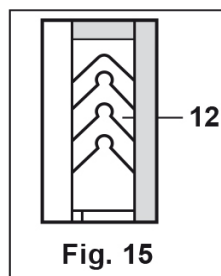

Fig. 15
**Notez** que le maintien inférieur doit être monté avec l'arête arrondie vers le bas. Lors du remontage des garnitures chevron, elles doivent être insérées une par une (voir Fig. 15). Il peut être nécessaire de comprimer le ressort et le siège à l'aide de l'écrou de presse-étoupe après le montage de deux ou trois chevrons et de répéter cette opération jusqu'à ce que tous les composants PTFE soient en place.